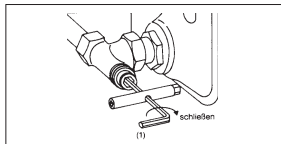

Abb. 3 Verschraubung schließen
2. Ventilkegel mit dem Sechskantschlüssel SW 6 (1) durch Rechtsdrehen schließen (Abb. 3).